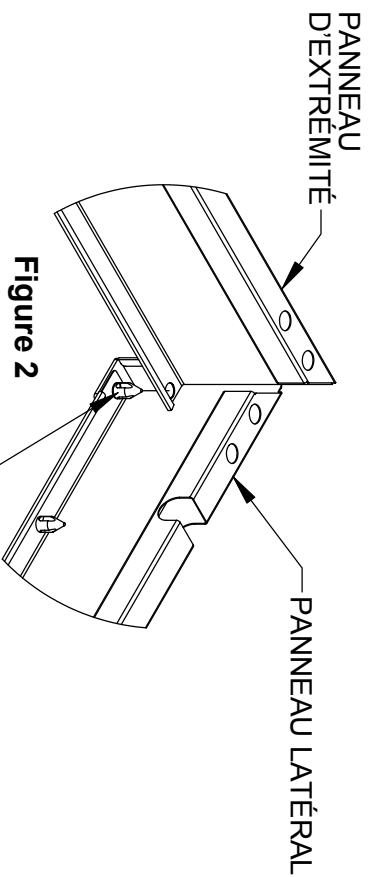

Figure 2
Étape 3 : Tourner les PANNEAUX LATÉRAUX de sorte que la collerette à 3 trous soit orientée vers le haut et les panneaux soient face à face, le côté fini à l'extérieur. Aligner le trou de l'extrémité de la collerette inférieure du PANNEAU D'EXTREMITÉ avec l'entretoise située sur le PATIN D'ANGLE, tel qu'illustré à la Figure 2 et assembler sans serrer. Répéter la procédure sur les quatre angles.